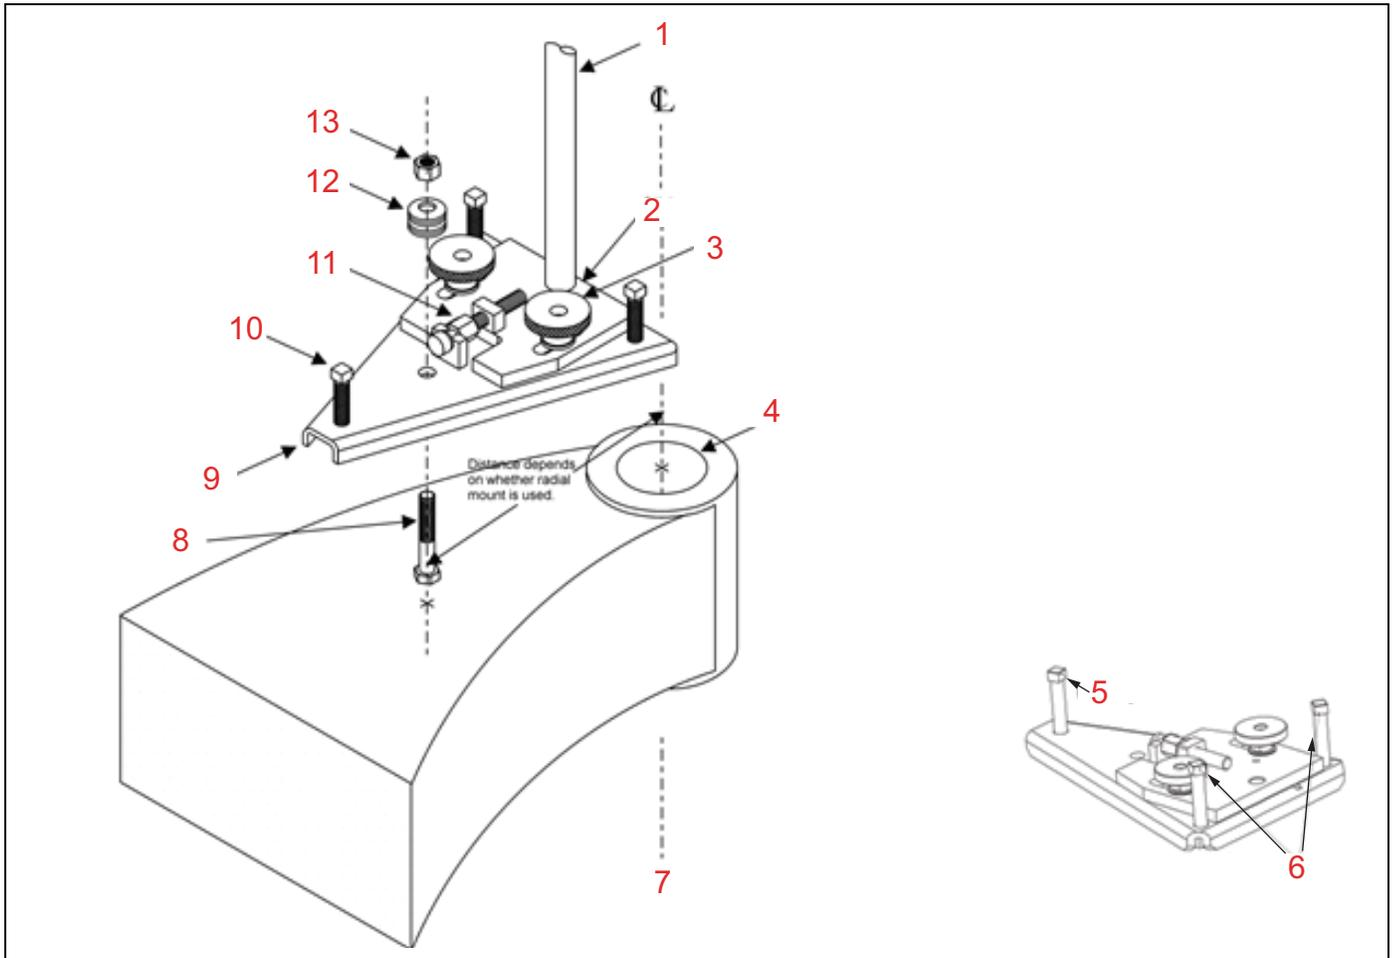

ABBILDUNG 3-1. VERSTELLBARER GERÄTEHALTER UND MONTAGEZUBEHÖR
2. Legen Sie die Grundplatte des verstellbaren Gerätehalters wie in Abbildung 3-1 auf Seite 41 gezeigt über die Befestigungsschraube.